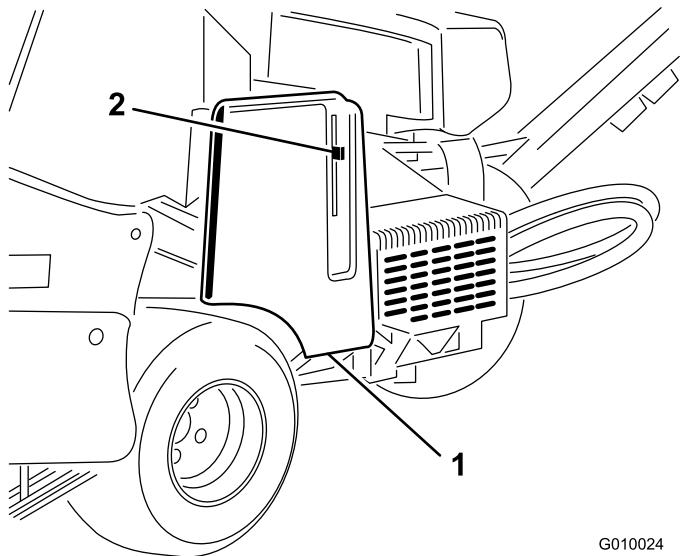
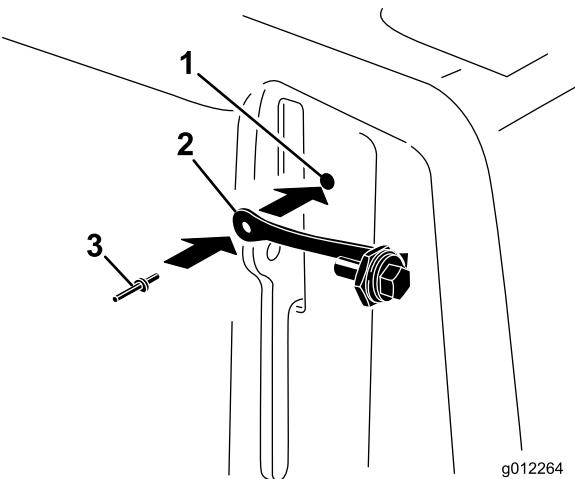

图 16
图 17
- 找到皮带罩上紧靠闩锁杆狭槽的孔图 16 和图 17。
- 用弹伸铆钉将系索总成固定到皮带罩的孔中图 17。